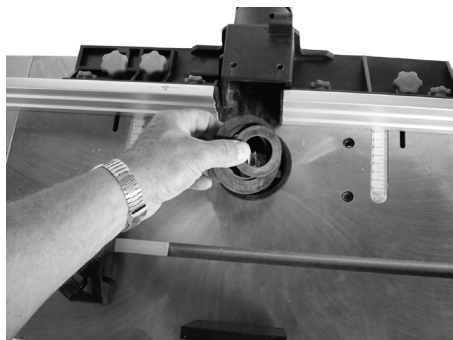

Рис. 3
6.9 Одним из пассивных защитных элементов являются пластиковые кольца (рис. 3). Они используются для закрытия пространства в отверстии стола вокруг фрезы зажатой в шпинделе. Подберите защитное кольцо такого размера, чтобы расстояние между ножами фрезы и отверстием не превышало 5 мм.